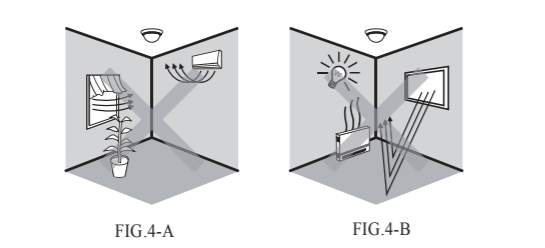

FIG.4-A FIG.4-B
- Visto que o detector responde às mudanças de temperatura, evite as seguintes condições (consulte a FIG.4-A, e a FIG.4-B):